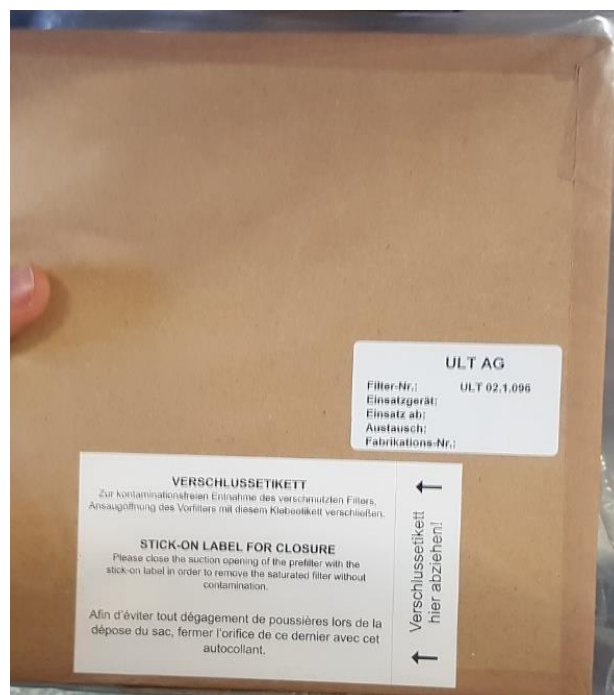

Рис. 111. Защитная наклейка
5. Во избежание загрязнения от заменяемого фильтра необходимо снять белую защитную наклейку с нового предфильтра и закрыть ею входное отверстие заменяемого фильтра (рис. 111).